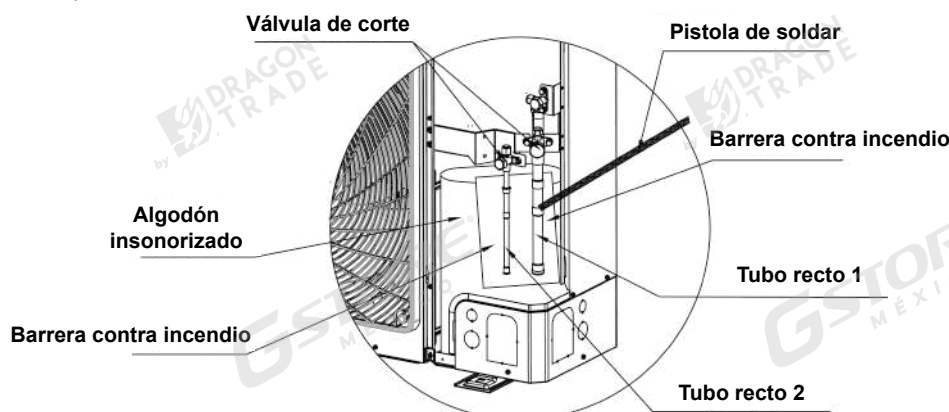
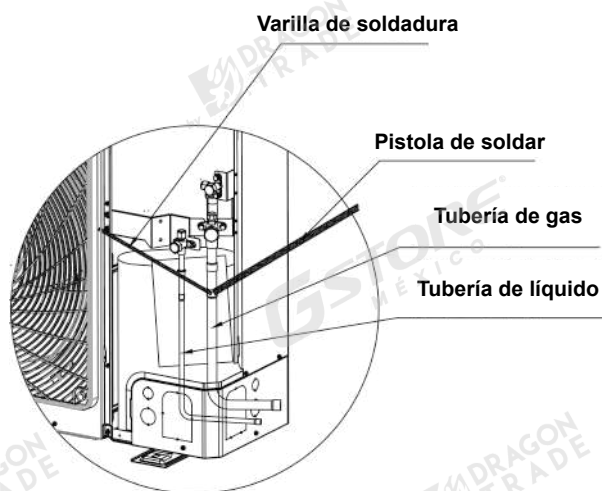

Fig. 15
Fig. 16
- (1) Conexión de tuberías para GMV-224WL/C-X(B), GMV-224WL/C-F(B): Como se muestra en la Fig.15 y Fig.16, abra el algodón insonorizado más externo y coloque una barrera contra incendios entre el compresor y la tubería recta. Utilice una pistola de soldar para desoldar el tubo recto 1 y el tubo recto 2. Instale la tubería de conexión 1 y la tubería de conexión 2 en la posición correspondiente y, a continuación, selle las aberturas con varilla de soldadura. Soldar primero el tubo de conexión del lado del líquido y después el tubo de conexión del lado del gas. Durante la soldadura, es necesario utilizar una gasa húmeda para envolver las dos válvulas de corte. Asegúrese de que la llama no queme el algodón insonorizante u otros componentes.